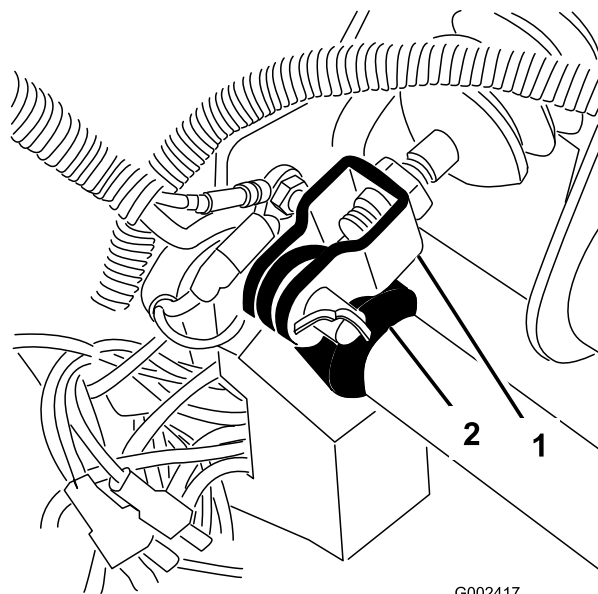

Figure 66
1. Retirez la goupille fendue et l'axe de chape qui fixent la chape du maître-cylindre au pivot de la pédale de frein (Figure 66).